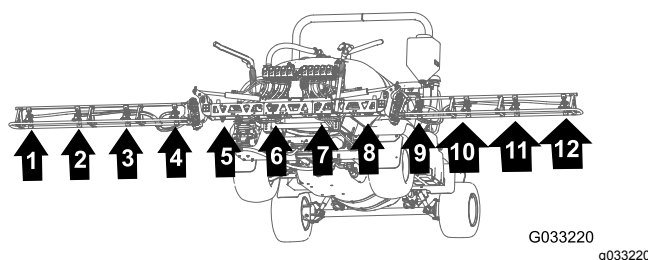
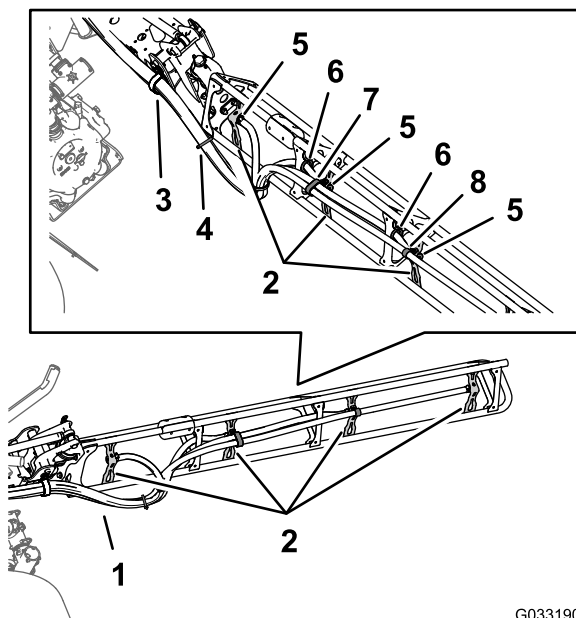

Figura 141
Figura 142
1. Enrute las mangueras de las boquillas de fumigación 1, 2, 3 y 4 a través de la abrazadera en R en el extremo exterior izquierdo de la sección de brazo central (Figura 141 y Figura 142).
- Enrute las mangueras de las boquillas de fumigación 7, 8, 9 y 4 a través de la abrazadera en R en el extremo exterior derecho de la sección de brazo central (Figura 141 y Figura 142).
- Enrute las mangueras de suministro de 279 cm y los conectores de manguera dentados ($\frac{3}{4}$ ") por la sección de brazo hasta las boquillas del fumigador 1 y 10, según se muestra en la Figura 141 y la Figura 142.
- Enrute las mangueras de suministro de 234 cm y los conectores de manguera dentados ($\frac{3}{4}$ ") por la sección de brazo hasta las boquillas del fumigador 2 y 9, según se muestra en la Figura 141 y la Figura 142.
- Enrute las mangueras de suministro de 188 cm y los conectores de manguera dentados ($\frac{3}{4}$ ") por la sección de brazo hasta las boquillas del fumigador 3 y 8, según se muestra en la Figura 141 y la Figura 142.
- Enrute las mangueras de suministro de 188 cm y los conectores de manguera dentados ($\frac{3}{4}$ ") por la sección de brazo hasta las boquillas del fumigador 4 y 7, según se muestra en la Figura 141 y la Figura 142.
- Agrupe las 4 mangueras de las boquillas del fumigador con una brida, como se muestra en la Figura 142.